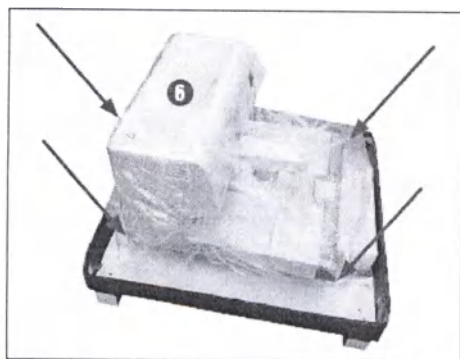

Рис. 21
5. Снимать прибор (рис. 21-6) с паллеты должны два человека, поддерживая прибор за четыре нижних угла основания корпуса (рис. 21).